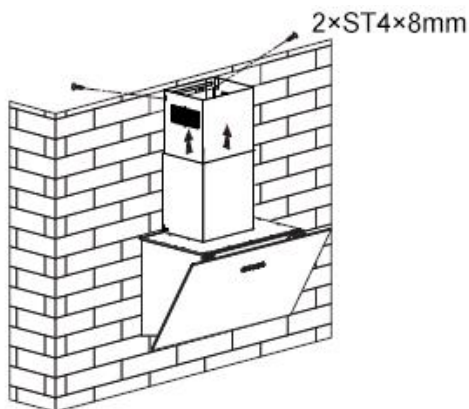

Bild 7
9. Verlängern Sie den Innenschornstein bis zur Halterung und befestigen Sie ihn dann mit zwei ST4x8mm Schrauben. Verlegen Sie das Expansionsrohr ins Freie. Siehe Bild 7.